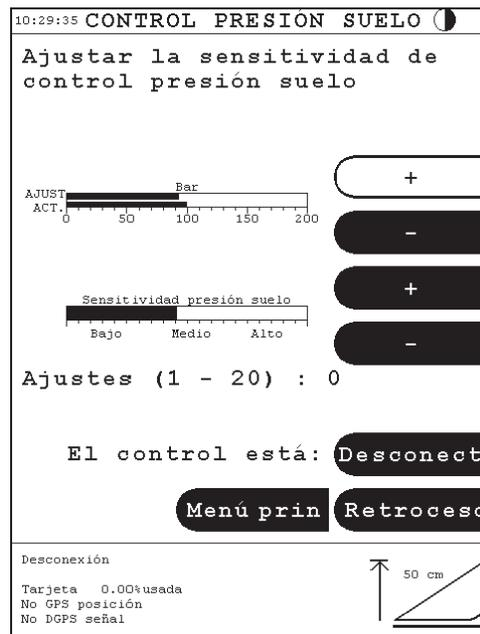

Fig. 3
- Fig. 3
Sensibilidad del control de presión - Fig. 3